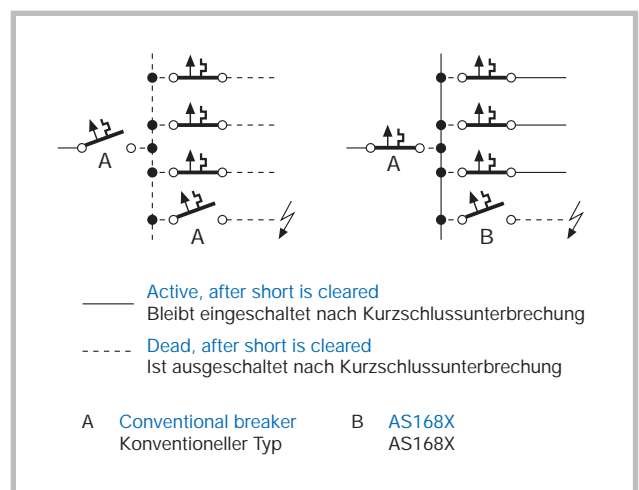

Fig. 5
- Excellent discrimination with back-up breakers (see fig. 5).
- Ausgezeichnete Eigenschaften für selektiven Schutz (siehe Fig. 5).